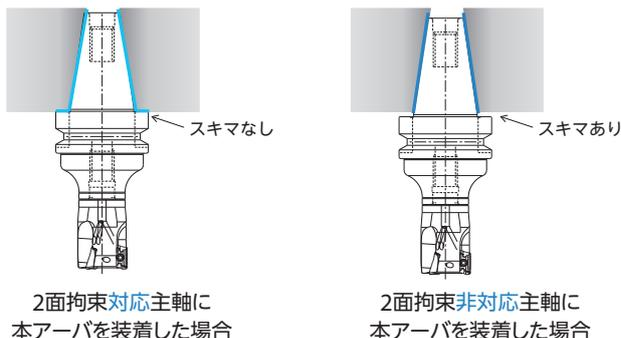

Fig. 3
3. 隙間なく取付いていることをご確認ください(Fig. 3)